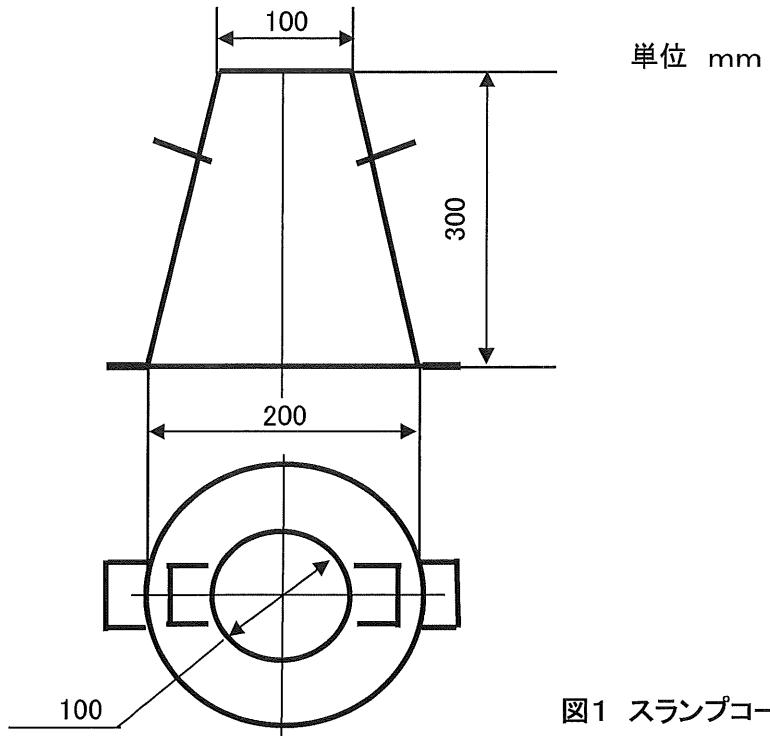

図1 スランプコーン
- 1.1 スランプコーン スランプコーンとは、図1のように上端内径100mm、下端内径200mm、高さ300mm及び厚さ5mm以上の金属製(※1)とし、適切な位置に押さえと取っ手(※2)を付ける。